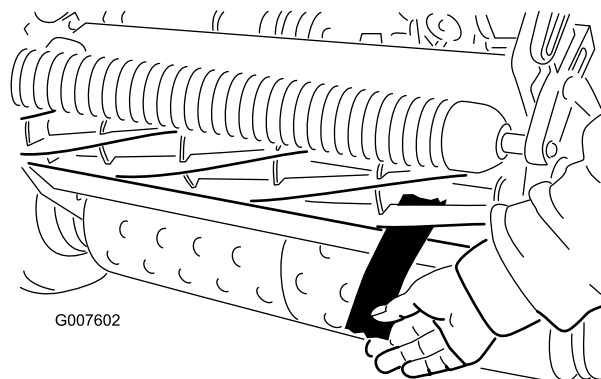

图53
12. 在滚刀与底刀间插入一长条 剪切性能检测纸纸要与底刀垂直检测剪切性能图53。缓慢向前旋转滚刀滚刀应剪切检测纸。